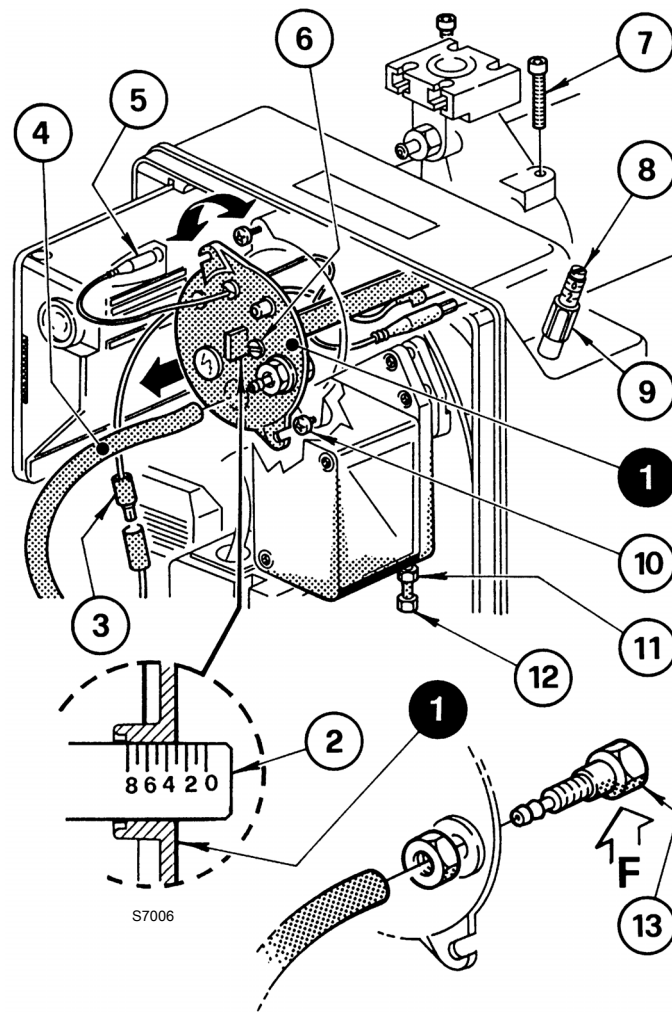

图 12
通过顺时针或反时针转动调节螺丝 6) (图 12) 进行调整, 直到调节杆 2) 上的刻痕与与燃烧头总成 1) 的外表面对齐。
在图 12 中, 燃烧头调节杆设定在刻痕 3。
- ▶ 断开连接 3) 和 5) (图 12);
- ▶ 退下小管 4) 并拧松螺丝 10) (图 12);
- ▶ 拧松并取下螺钉 7), 略向右转动拆下燃烧头座总成 1) (图 12)。
拆卸时注意不要改变在弯头 - 支架 (2) (图 12) 上的设定位置。
按照上述相反顺序重新安装, 重新定位燃烧头总成 1) (图 12) 至原始位置。
将螺钉 7) (图 12) 拧到底, 无需锁止。以 3 - 4 Nm 锁紧扭矩将其锁紧。
如果压力试验点 13) (图 12) 意外松开, 那么建议您正确进行锁紧, 确保燃烧头组 1) (图 12) 内的孔 (F) 的方向朝下。